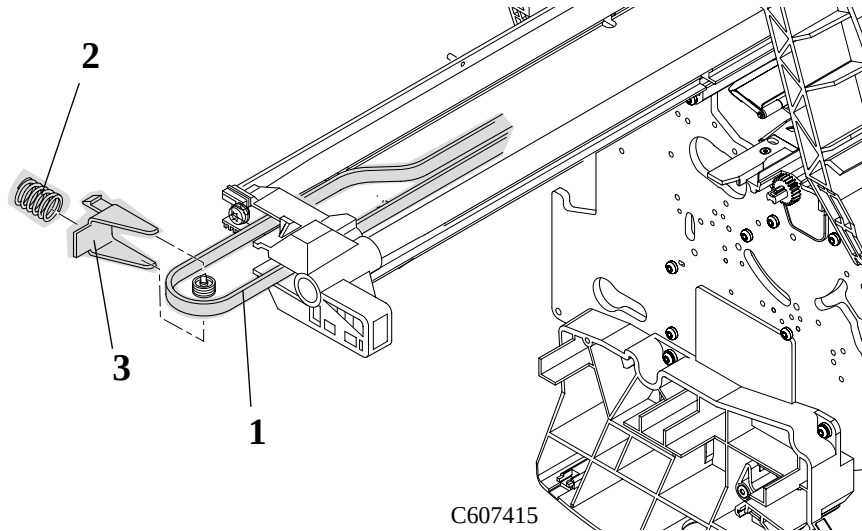

図 44 : キャリッジアセンブリとベルト
- 9 プリンタの左側で、テンショナ ウェッジクリップ (部品3) を使ってカチッという音がするまでスプリング (部品2) を縮め、ベルト (部品1) にかかっている張力をゆるめます (図44参照)。